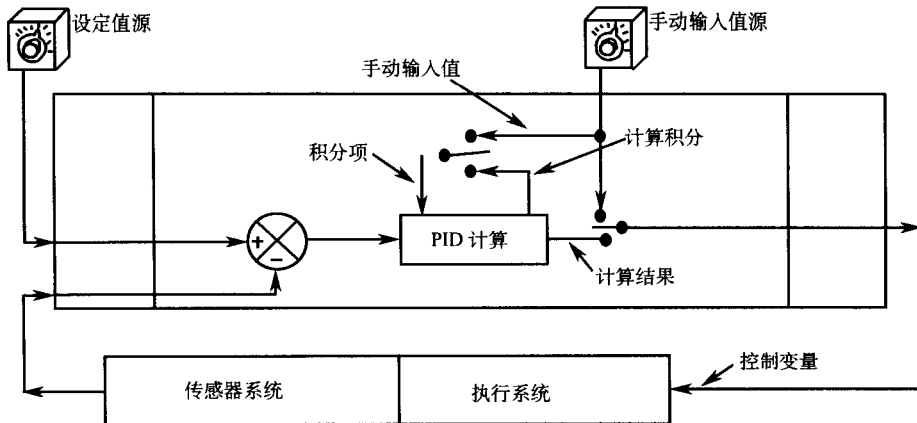

图 12-31 选择手动输入值或 PID 计算结果作为 PID 指令的控制变量输出
3) 存储手动输入值的地址。如果被控系统选择为手动操作模式 (见下), 那么控制变量值就会从这个地址中得到, 而不再是 PID 计算结果。图 12-31 画出了一个含有 PID 指令的 PLC 系统, 它的控制变量值既可以是 PID 计算结果, 也可以是手动输入值。手动输入值地址中的数据可以来自一个连接模拟输入模块的手动电位器, 也可以由操作员通过计算机终端输入, 甚至还可以由另一个 PLC 通过网络提供。手动输入值的值必须是 12 位的 0 到 4095 之间的数值。这样, PID 方程才能将其转换成百分比的值来使用。如果不打算使用手动控制, 那么就在手动输入值地址处输入 0。